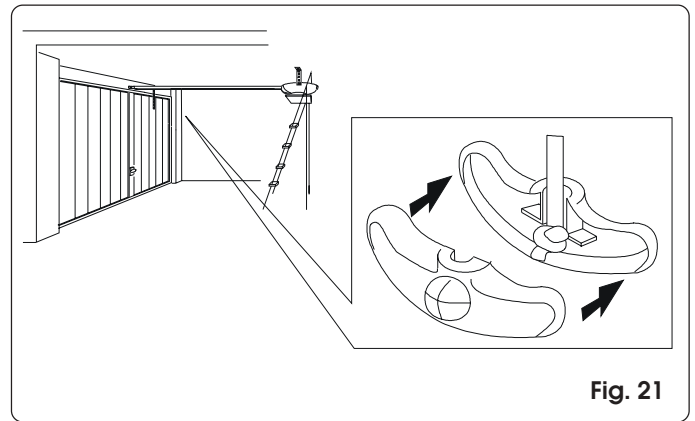

Fig. 21
- 2) Realizzare un nodo al capo della fune ed assemblare la maniglia di sblocco (fig. 21).